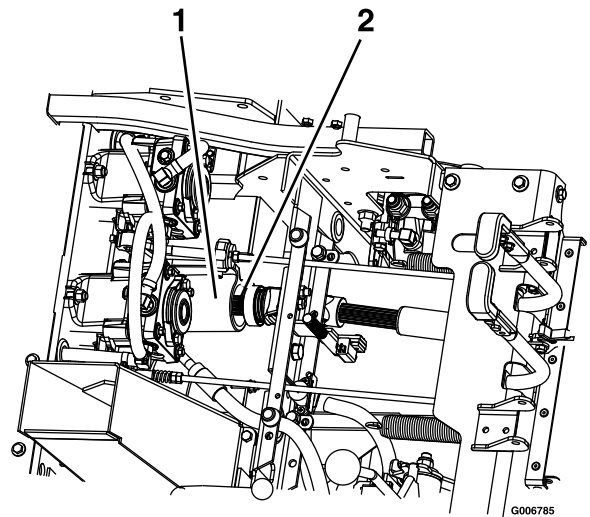

Bild 80
9. Entriegeln Sie den Sitz und schließen Sie die Antriebswelle mit der Schnellkupplung an der Zwischenwelle ab (Bild 80). Siehe Entriegeln des Sitzes \(Seite 26\).
5. Befestigen Sie die Antriebswelle an der Zwischenwelle (Bild 80).